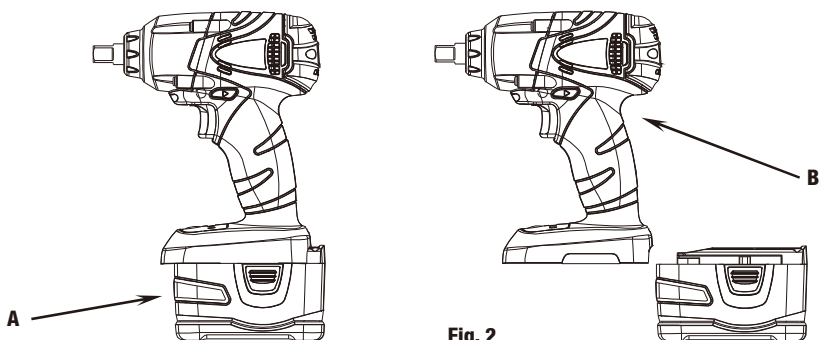

Fig. 2
PER RIMUOVERE IL GRUPPO BATTERIE: premere il pulsante di rilascio della batteria e tirare il gruppo batterie (A) fuori dall'utensile (B) (vedi Fig. 2).
PER INSTALLARE IL GRUPPO BATTERIE: spingere il gruppo batterie (A) sull'utensile fino al suo completo arresto in sede (vedi Fig. 2).